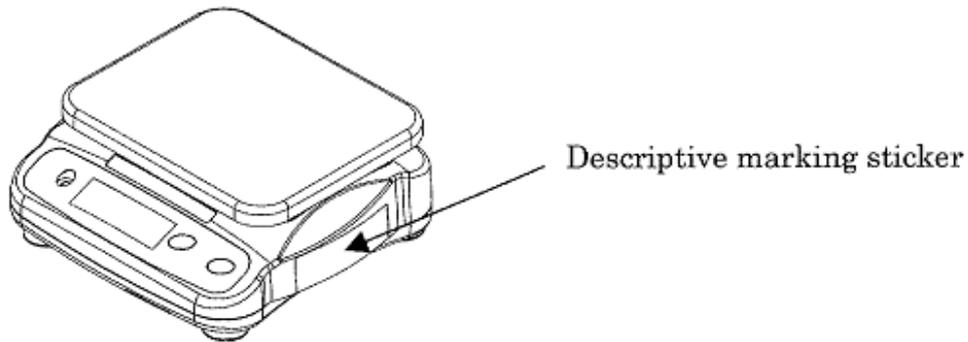

Abb. 3 Anordnung des Typenschilds
Das Typenschild, die grüne "M"-Marke und die Eichmarke sind an der rechten Seite des Geräts angebracht (siehe Abbildung 3).
- Abb. 3 Anordnung des Typenschilds